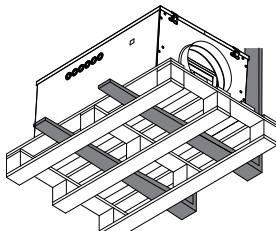

Рис. 4.
- В случае перемещения на вилочном погрузчике изделие должно опираться основанием на вилы погрузчика или на поддон, при этом центр тяжести изделия должен находиться внутри вил (см. рис. 4).